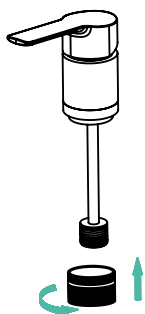

Рис. 4
5. Соедините корпус смесителя с монтажной гайкой (рис. 4).